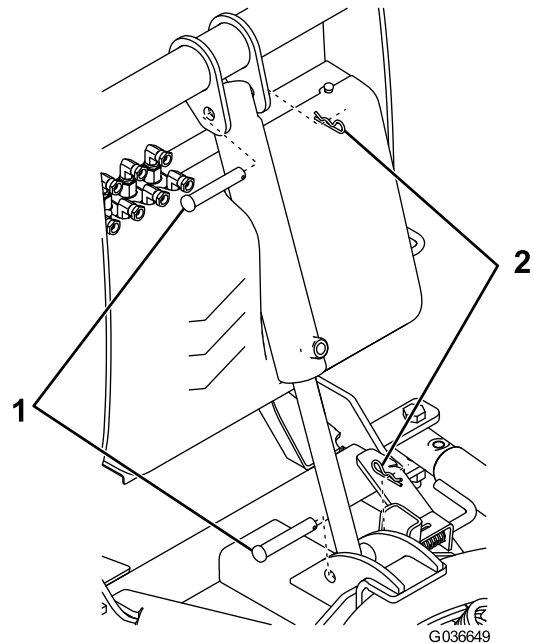

Bild 6
- Befestigen Sie das Stangenende des Hubzylinders mit einem Lastösenbolzen ($\frac{5}{8}$ ") und einem Splint am Schubrahmen (Bild 6).
- Befestigen Sie das freie Ende des Hubzylinders mit einem Lastösenbolzen und einem Splint an der Kupplungssäule (Bild 6).